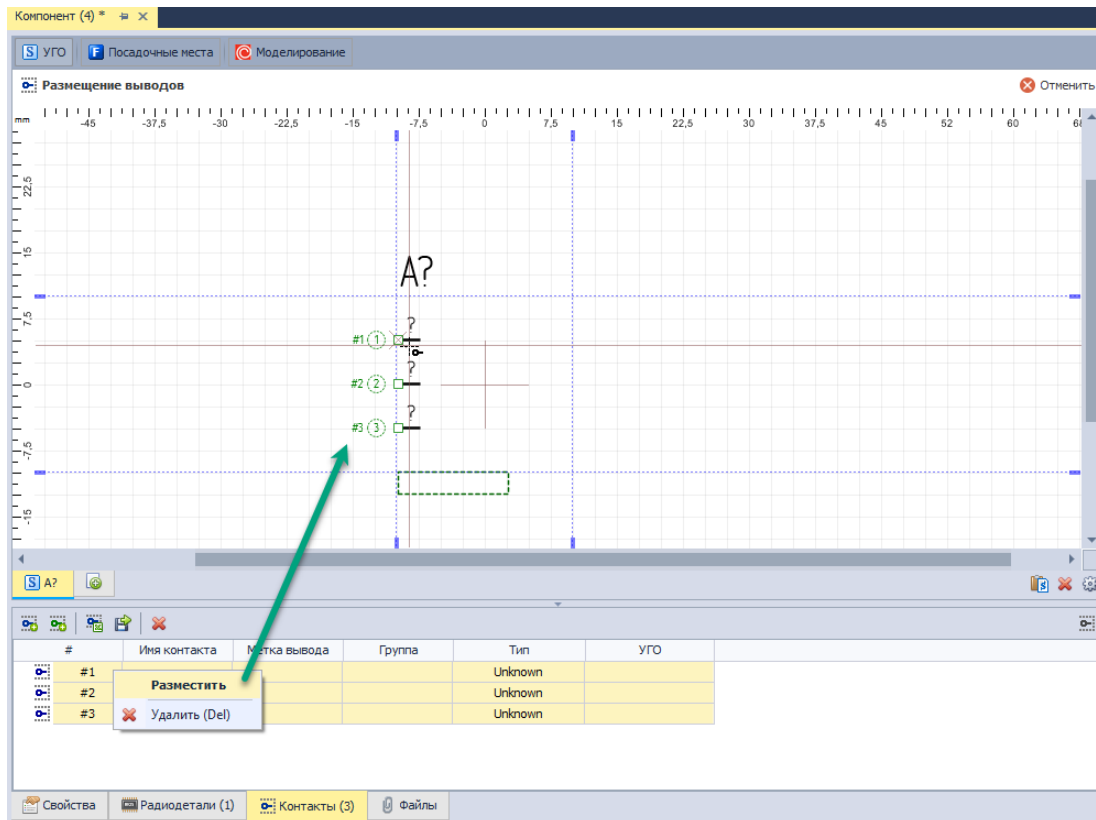

Рис. 240 Размещение выводов на основе контактов
- Вызовите контекстное меню и выберите пункт «Разместить», Рис. 240. Аналогичный результат можно получить сделав двойное нажатие левой кнопкой мыши или просто "вытащив" контакт в рабочую область с помощью механизма «drag-and-drop».